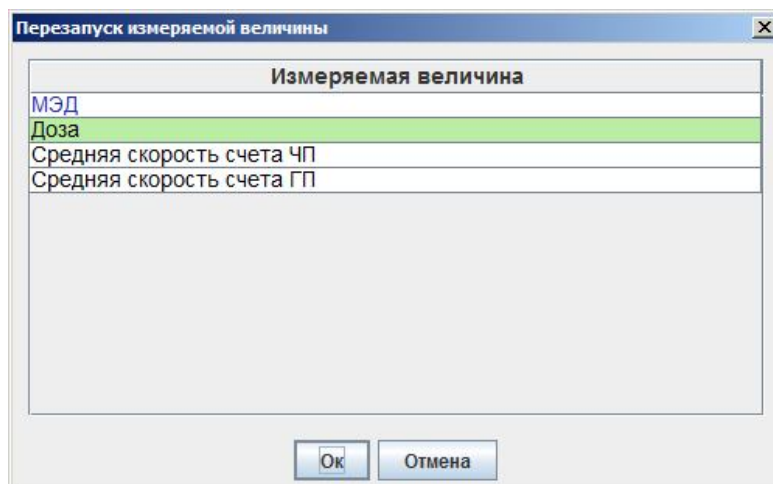

Рисунок 6 – Перезапуск измеряемой величины
- «Перезапуск измерения (F5)». По клику пункта или нажатию кнопки «F5» открывается окно (Рисунок 6) выбора измеряемой величины для перезапуска измерения. Расчет значения выбранной измеряемой величины начинается заново без учета ранее накопленной измерительной информации;